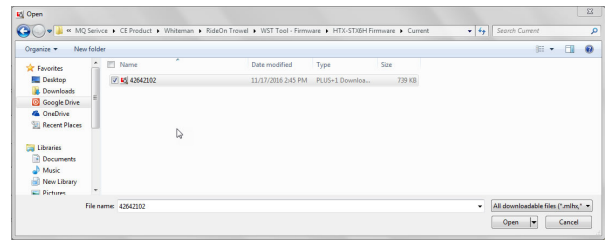

Figure 22. Écran Sélectionner le fichier 42642_
6. Sélectionnez le fichier 42642_*.LHX (* représente la révision actuelle du fichier) et cliquez sur Ouvrir (Figure 22).